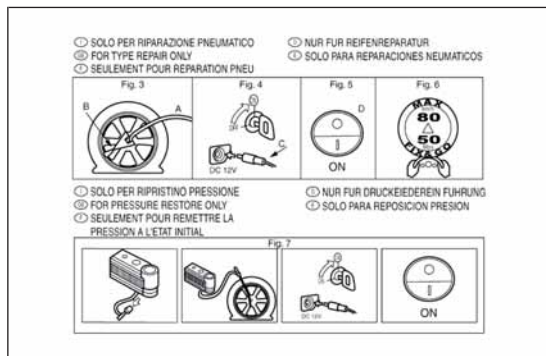

fig. 127
- pieghevole informativo fig. 127, utilizzato per un pronto uso corretto del kit e successivamente da consegnare al personale che dovrà maneggiare il pneumatico trattato con tale kit;